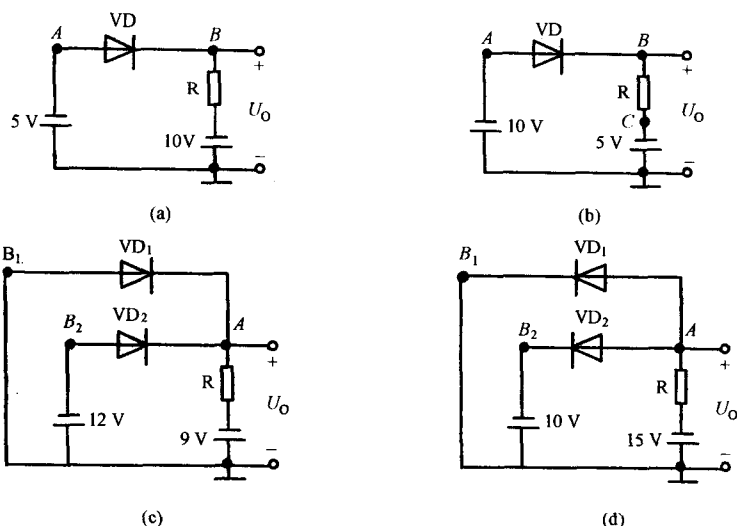

图 1.1
例 1.1 二极管电路如图 1.1 所示,判断图中二极管是导通还是截止状态,并确定输出电压 U_O 。设二极管的导通压降为 0.7V。
(1) 在图 1.1(a)中, 首先将二极管 VD 断开, 求二极管两端将承受的电压 $U_{AB}=U_A-U_B=-5\text{ V}-(-10\text{ V})=5\text{ V}$ 。
(2) 在图 1.1(b)中, 断开二极管 VD, 有 $U_{AB}=U_A-U_B=-10\text{ V}-(-5\text{ V})=-5\text{ V}$ 。
(3) 在图 1.1(c)中, 首先将 VD₁ 和 VD₂ 断开, 求得两管将承受的电压。
(4) 在图 1.1(d)中, 首先将 VD₁ 和 VD₂ 断开, 求得两管将承受的电压。